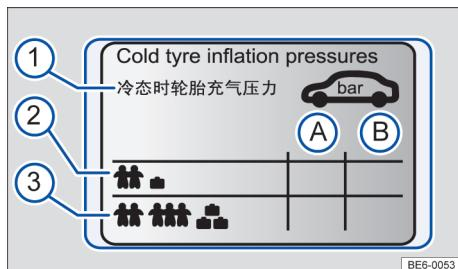

图 150 胎压标牌上的符号
标签上的数据→图 150：
- 应根据负载状况调整轮胎压力→图 150。